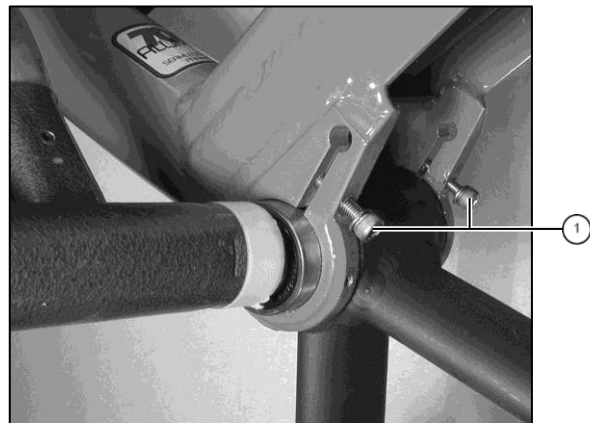

Abb. 3: Lager eintreiben
2. Gefettete Lagerzapfen und Kugellager mit Kunststoffhammer in Rahmen bzw. Schwinge eintreiben (siehe Abb. 3).